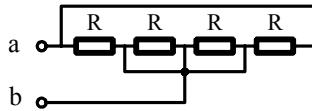

图 1-2
4. 如图 1-2 所示，当  $R=6\Omega$  时，a、b 两端的等效电阻为（ ）。